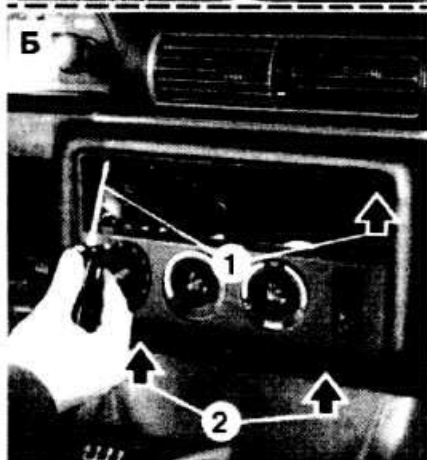

Рис. 16-10. Снятие облицовки передней части центральной консоли на автомобилях с дизельным двигателем и кузовом хэтчбек:
- Отвернуть два винта крепления облицовки передней части центральной консоли к панели управления отопителем (рис. 16-10).